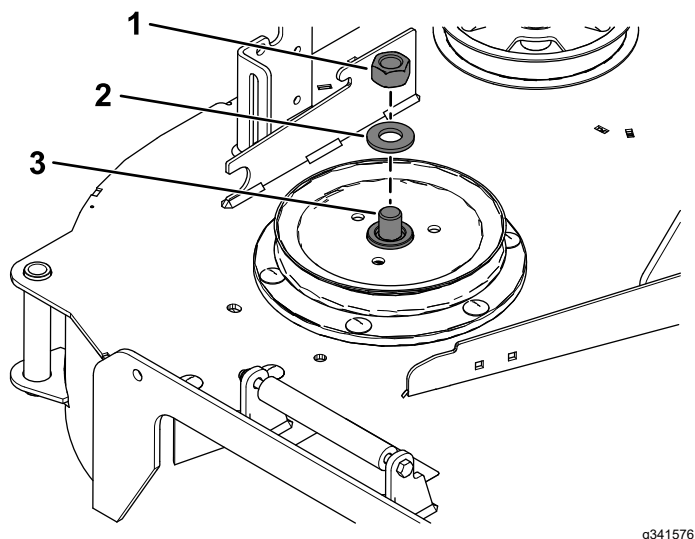

Figura 21
- Utilice una llave de 1½" para sujetar el eje de la cuchilla mientras retira la tuerca hexagonal (¾") y la arandela del eje de la cuchilla (Figura 21).